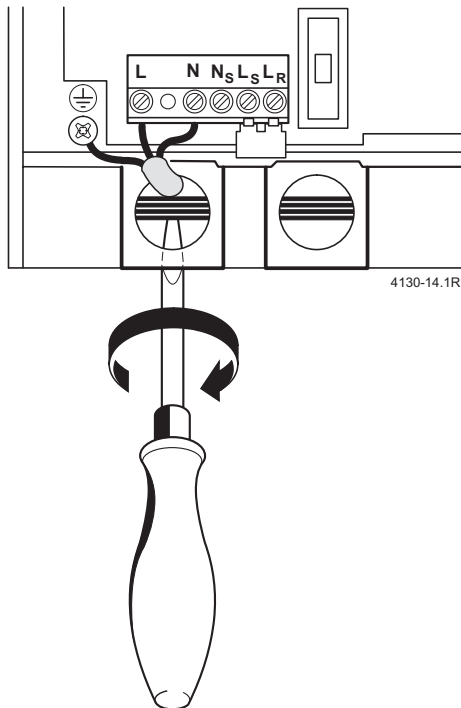

Fig. 14
- ▶ Fare passare il cavo attraverso la guarnizione del passacavo e collegarlo come da fig. 14.